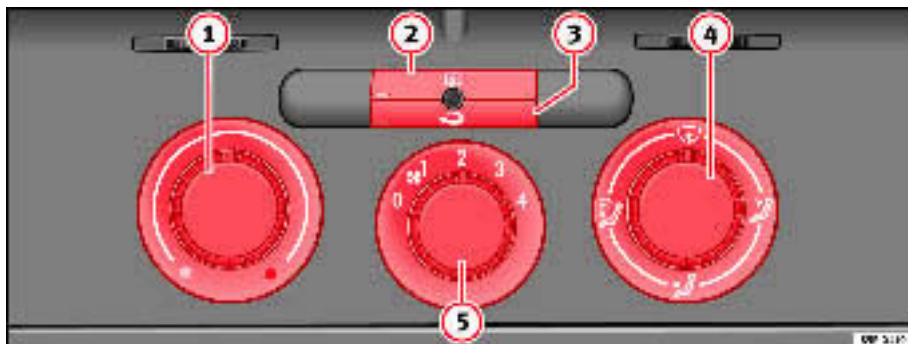

Fig. 126 Sur le tableau de bord : éléments de commande du chauffage
- Les régulateurs ⇒ fig. 126 ① et ④ et la commande ⑤ permettent de régler la température, la distribution de l'air et la vitesse de la turbine.
- Appuyez sur la touche ② ou sur la touche ③ pour activer ou désactiver la fonction correspondante. Quand la fonction est active, le rectangle situé sur le coin inférieur gauche de la touche s'allume.